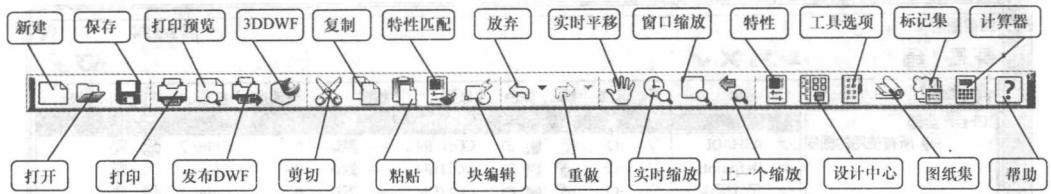

图 1-2 标准工具条
1. 标准工具条——功能如图 1-2 所示。主要包括:Windows 的常规命令、文件操作命令、绘图区屏幕的操作命令和一些辅助性的功能。其中“发布 DWF”命令  和“3DDWF”  是指将图形生成 AutoCAD 的浏览文件,后缀名为 *. dwf。“特性匹配”  命令的功能相当于 Office 系统中的“格式刷”功能,可以将一个对象的属性匹配给其他对象,在拾取对象时,十字光标右下角会出现一个小刷子。